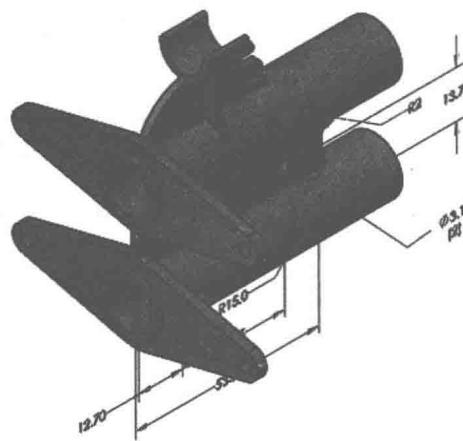

图 1-13 Right 注解视图显示结果
**步骤 6 激活 \* Right 注解视图** 双击【\* Right】以激活该视图。与 \* Right 注解视图相关的注解将出现在图形区域中，如图 1-13 所示。